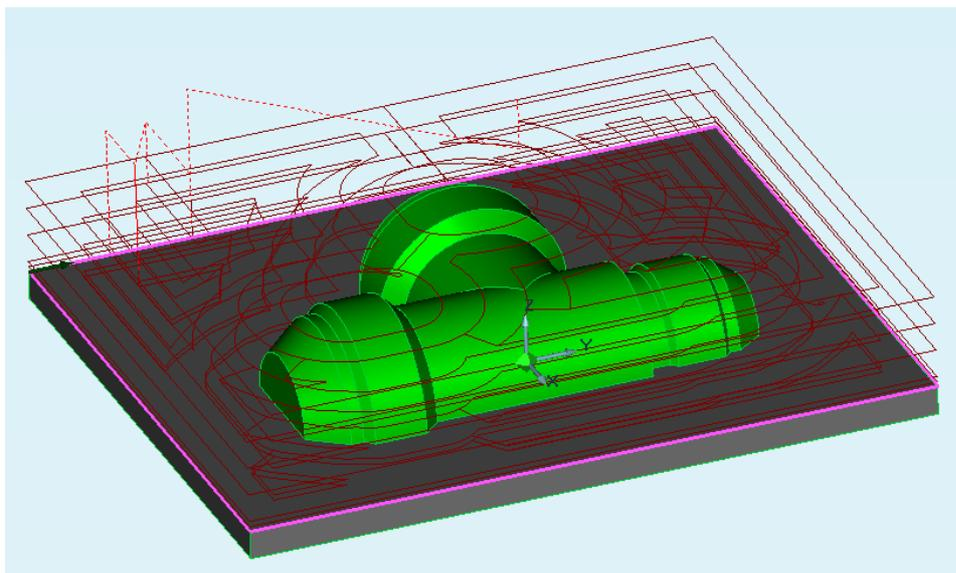

Рисунок 16 – Отображение траектории движения инструмента
- при выполнении команды «Процессор» будет показана траектория движения инструментов (рисунок 16) и появится диалог «Процессор» с сообщением «Успешное выполнение»;